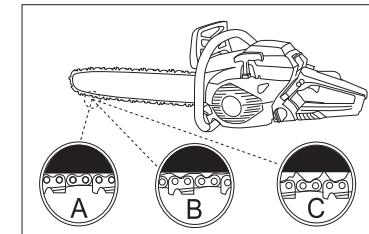

Рис. 10
Изучете рис. 10, където се показва върно натягане при студена верига (A), топла верига (B), а също при верига, натягането на която трябва да се регулира (C).